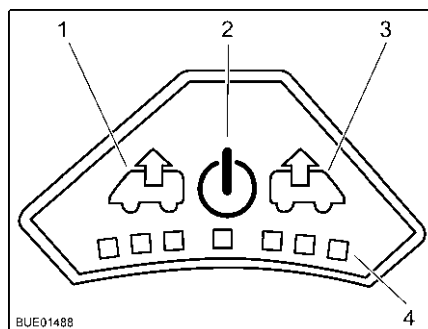

Fig. 71 Panneau de commande du ventilateur
- Appuyer sur la touche Marche/Arrêt (Fig. 71,2). Le ventilateur fonction en mode confort (aération à faible vitesse de rotation).
- Pour augmenter la vitesse de rotation du ventilateur, appuyer sur la touche Ventiler (Fig. 71,1). La vitesse de rotation du ventilateur augmente d'un niveau de puissance dans le sens de l'échappement. Les DEL (Fig. 71,4) montrent les niveaux de puissance.
- Pour réduire la vitesse de rotation du ventilateur, appuyer sur la touche Aérer (Fig. 71,3). La vitesse de rotation du ventilateur diminue d'un niveau de puissance.
- Pour augmenter la vitesse de rotation du ventilateur, appuyer sur la touche Aérer (Fig. 71,3). La vitesse de rotation du ventilateur augmente d'un niveau de puissance dans le sens de l'aération. Les DEL (Fig. 71,4) montrent les niveaux de puissance.
- Pour réduire la vitesse de rotation du ventilateur, appuyer sur la touche Ventiler (Fig. 71,1). La vitesse de rotation du ventilateur diminue d'un niveau de puissance.
- Appuyer sur la touche Marche/Arrêt (Fig. 71,2). Le ventilateur s'arrête, les DEL s'éteignent.